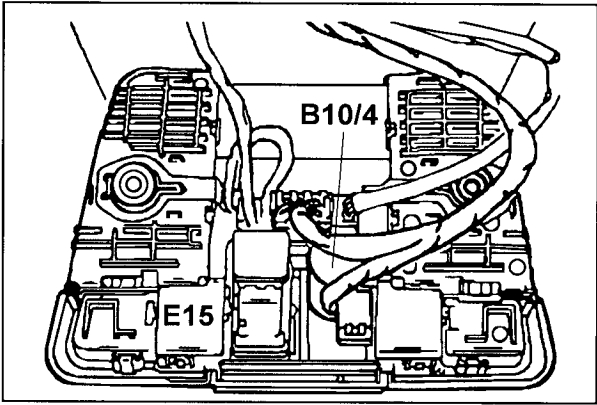

图 9-5-3 带排气扇的车内温度传感器(B10/4)
1. 作用:车内温度传感器(B10/4)位于乘客舱前部顶灯处(见图 9-5-3 及图